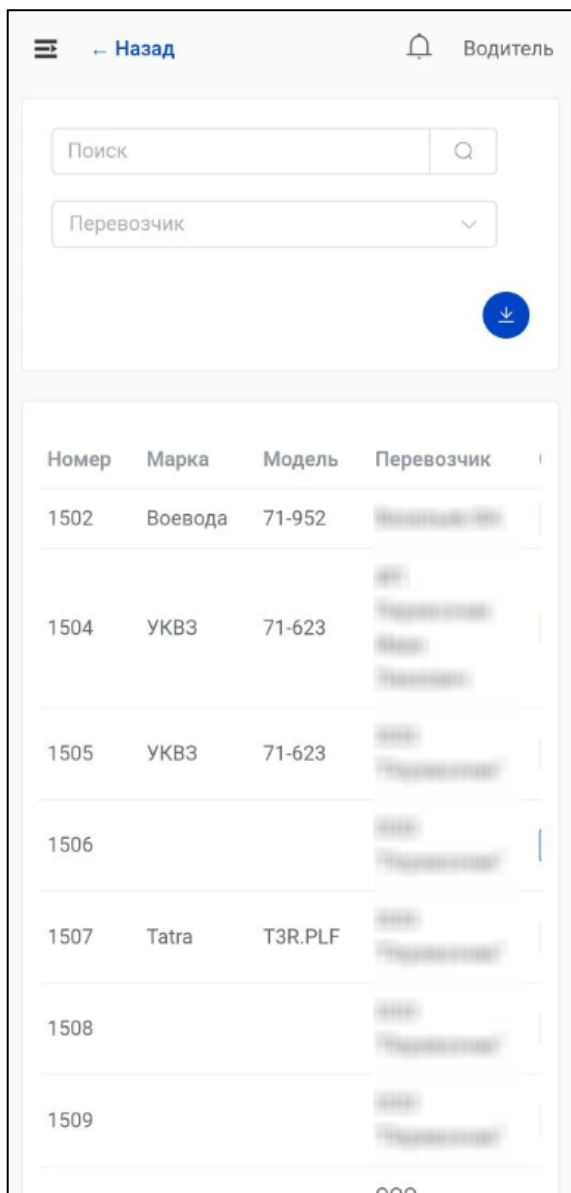

Рисунок 38 - Подраздел «Транспортные средства» в разделе «Управление»
1) В разделе «Управление» выбрать подраздел «Транспортные средства» (Рисунок 38).